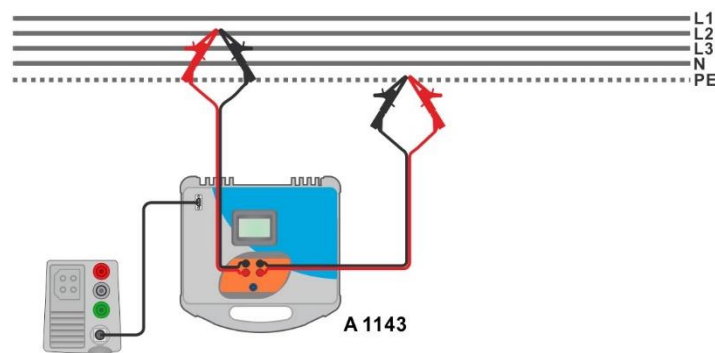
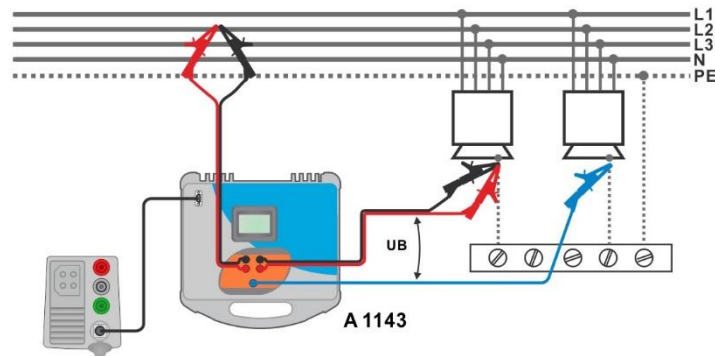

Abbildung 7.51: Hoch präzise Messung der Schleifenimpedanz - Anschluss des A 1143
Abbildung 7.52: Messung Berührungsspannung - Anschluss des A 1143
- › Schließen Sie die Prüfleitungen am Prüfling an, siehe **Abbildung 7.51** und **Abbildung 7.52**.